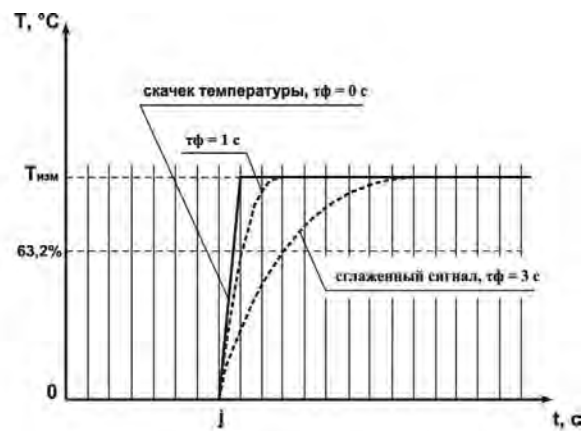

Рисунок 3.6
3.2.4.2 Цифровой фильтр устраняет шумовые составляющие сигнала, осуществляя его экспоненциальное сглаживание. Основной характеристикой экспоненциального фильтра является  $\tau_f$  – постоянная времени цифрового фильтра, параметр  $F_{t1}$  ( $F_{t2}$ ,  $F_{t3}$ ,  $F_{t4}$ ) – интервал, в течение которого температура достигает 63,2% измеренного значения  $T_{изм}$  (рисунок 3.6).